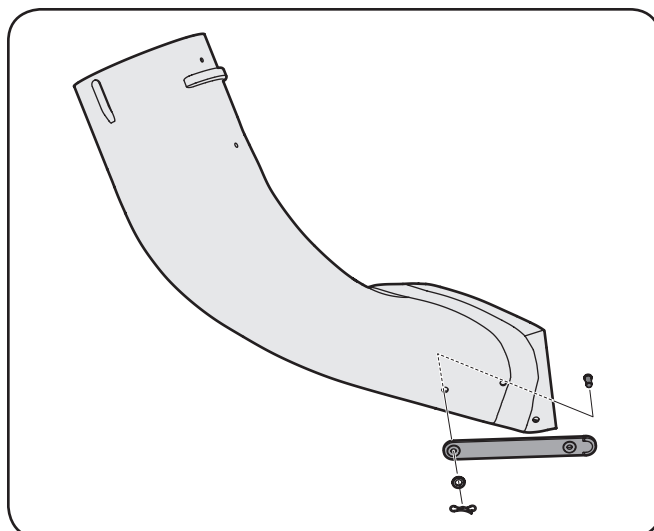

Figure 4-19
9. Installez la courroie de la goulotte de descente en caoutchouc sur le coude de la goulotte de descente à l'aide de l'axe à épaulement, de la rondelle et la goupille fendue de style papillon. Consultez la figure 4-19.